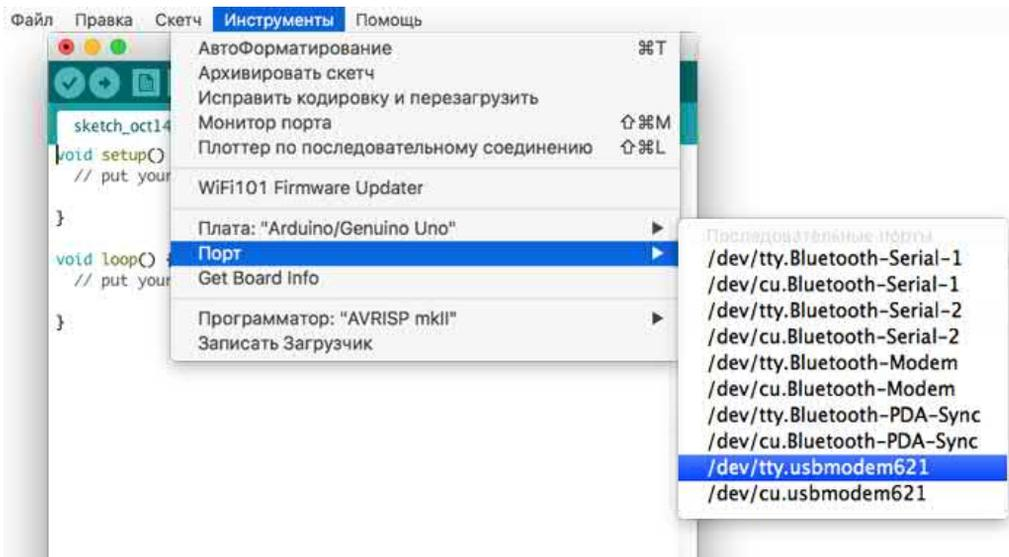

Рис. 2.3. Выбор последовательного порта Arduino
- ◆ чтобы задать последовательный порт, выберите команду меню **Инструменты | Порт** (Tools | Serial Port). Если вы работаете на компьютере под управлением ОС Windows, то, вероятно, вариантов вам будет предложено не много. Скорее всего, вы сможете выбрать пункт **COM4**. На компьютерах с Mac OS и Linux обычно перечисляется множество USB-устройств, и порой сложно определить, какое из них — ваша плата Arduino. Как правило, ей будет соответствовать запись **dev/tty.usbmodemNNN**, где **NNN** — некий номер. На рис. 2.3 выбрана плата Arduino, подключенная к моему Макинтошу.